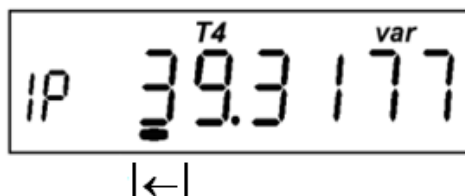

Рисунок 18
- прогнозируемая фактическая величина отпущенной реактивной мощности (отображается мнемоникой "*var*" и маркером "|←")* (Рисунок 18):